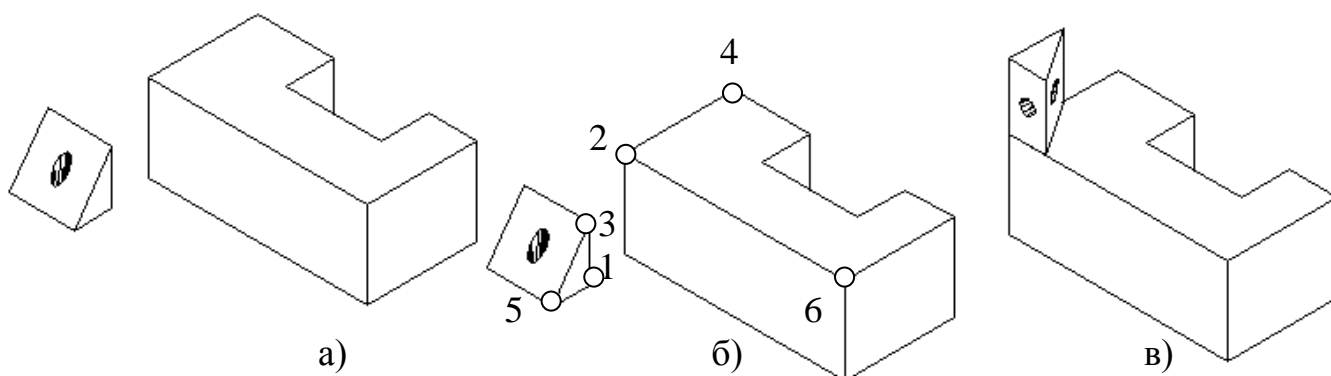

Рис. 59. Пример выравнивания объектов.
- указать объект, положение и ориентацию которого необходимо изменить (на рис. 59а указана трехгранная призма).
- любым известным способом указать положение точки 1 (рис. 59б).
После этого система соответствующим образом изменит положение и ориентацию корректируемого объекта и завершит работу с командой. Результат выравнивания представлен на рис. 59в.